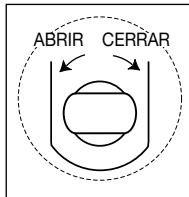

Fig. 3 -
4. Con el extremo rectangular de la palanca de la bomba, gire el vástago de la válvula de alivio en sentido antihorario para abrir la válvula (no gire más de dos vueltas). Véase la Fig. 3.